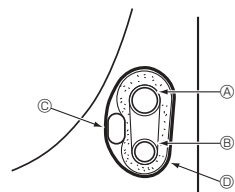

Fig. 4-5
4.4.1. Plaatsing in de leidingruimte van het apparaat (Fig. 4-5)